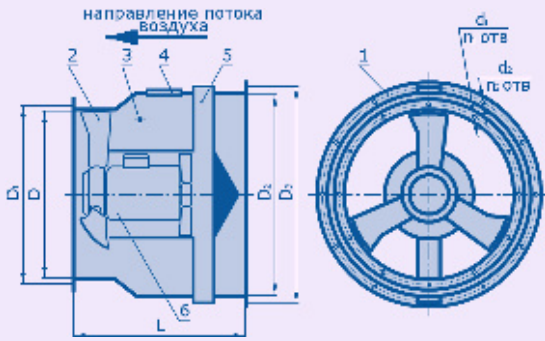

Рис. 3
Вентилятор Аксипал FTDB (рис. 3) состоит из кожуха (1), рабочего колеса (2) и электродвигателя (6), расположенного в защитном корпусе (5).